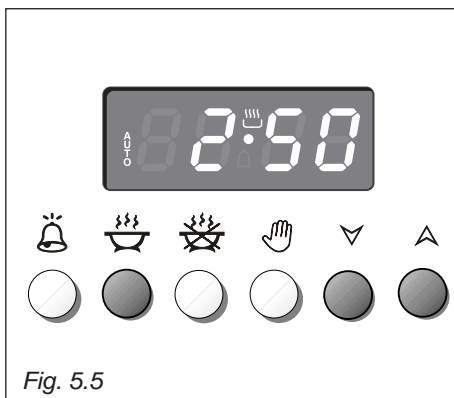

Fig. 5.5
1. Tilberedningslængden indstilles ved at trykke på  og  for at øge tiden eller  for at reducere tiden (Fig. 5.5). **AUTO** og  lyser i displayet.